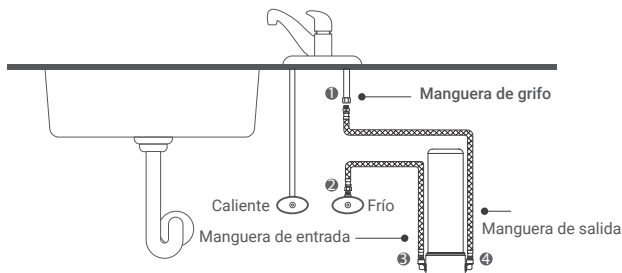

Figura 6
- Si la manguera del grifo es de 1/2", conéctela primero con un convertidor No.2. (Figura 6)